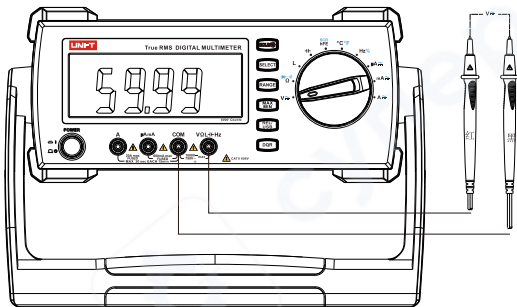

图1
- 将旋钮选择开关置于 **V** 档，按下 **SELECT** 键切换为DC测量功能(如图1)，将表笔并联到待测电源或负载上。
- 将旋钮选择开关置于 **V~** 档，按下 **SELECT** 键切换为AC测量功能(如图1)，将表笔并联到待测电源或负载上。